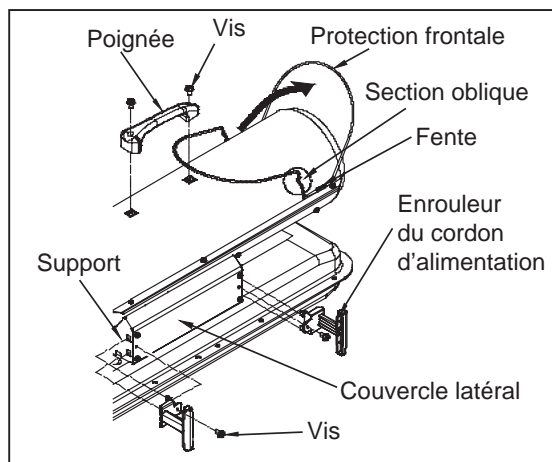

Figure 6. Assemblage de la poignée et de l'enrouleur du cordon d'alimentation
- 2) Alignez les trous de l'enveloppe supérieure avec les deux trous de montage de la poignée, tel qu'illustré à la figure 6.
- 4) Insérez l'enrouleur du cordon d'alimentation dans les trous rectangulaires du support et alignez le trou de l'enrouleur avec le trou de montage du couvercle latéral, tel qu'illustré à la figure 6. (modèle 75TDGP-01 uniquement)